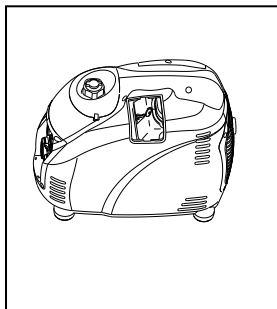

Fig.32
1. Desmontar la tapa (Fig.32).